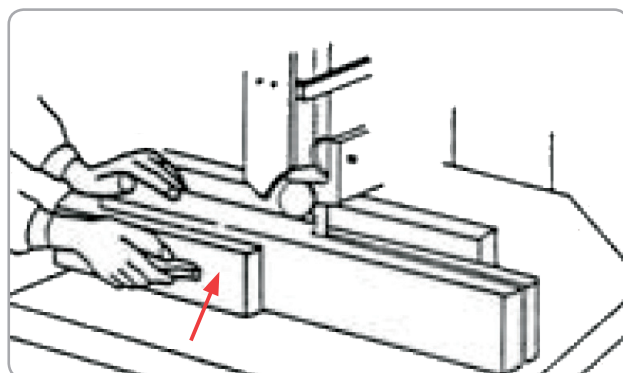

Fig.16
Tăierea longitudinală cu opritorul longitudinal: (Fig. 16)
- Folosiți o tijă de împingere ca în fig. 16 spre a împiedica o distanță periculos de mică între mâini și pânza de fierăstrău.